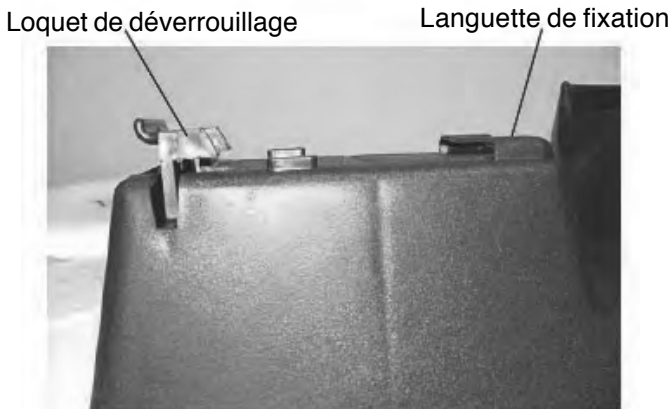
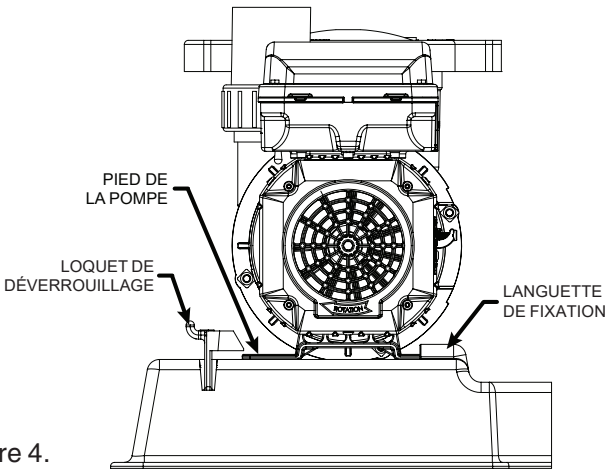
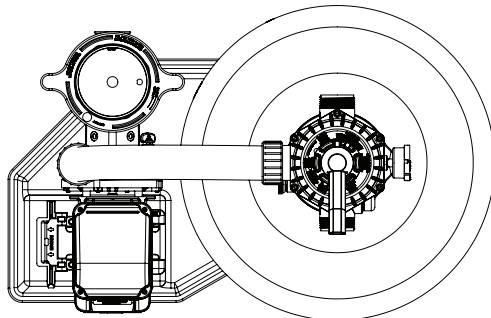

Figure 3.
Figure 4.
Figure 5.
- G. Faites glisser le pied de la pompe entre les languettes de fixation et le loquet de déverrouillage. Reportez-vous à la figure 3. Placez la pompe en appuyant jusqu'à ce que le loquet de déverrouillage clic en place sur le pied de la pompe. Reportez-vous à la figure 4. La pompe doit être positionnée comme l'indique la Figure 5. Installez les deux # 20 x 1-1/4" tire fonds longues à travers les fentes du côté du moteur, dans les deux trous de la base près de la serrure.